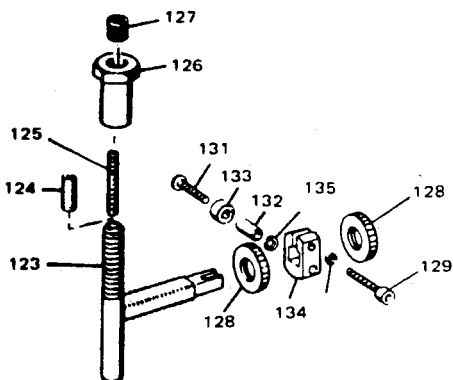

図3-2 高速調整部の展開図
3. 先ずハイスピード・アジャスティング・セットスクリュ (125, 図3-2) の上端とT形をしたスピード・セットスクリュ (123) の上端とを同一面となるようにします。
- b. 制御空気圧を正規の最大値にする前に規定の最高速に達してしまう時はボールベアリング・ピボットブラケット（ファルクラム，134，図3-2）をスピードセッティング・シリンダに近づけて，制御空気圧範囲に対するガバナ速度範囲を狭くします。
c. スピードアジャスティング・スクリュ (123, 図3-2) の中にあるハイスピード・アジャスティング・セットスクリュ (125, 図3-2) を時計方向に回転し、ハイスピード・ストップピンに接触させます。セットスクリュをねじ込みすぎると原動機の色度は低下します。